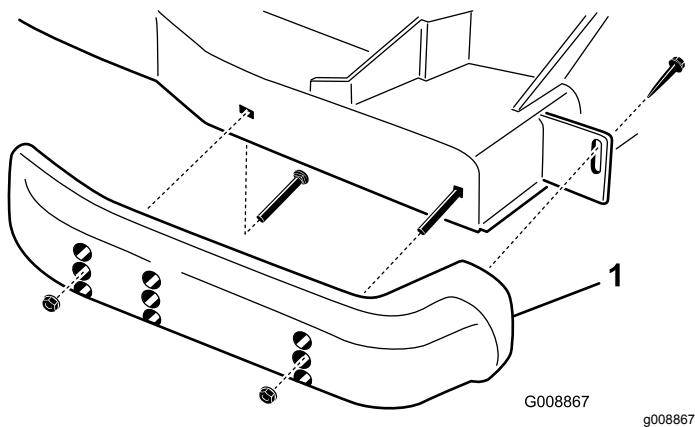

Figura 28
1. Afloje el tornillo situado en la parte delantera de cada patín (Figura 28).
2. Retire los pernos con arandela prensada y las tuercas de cada patín (Figura 28).